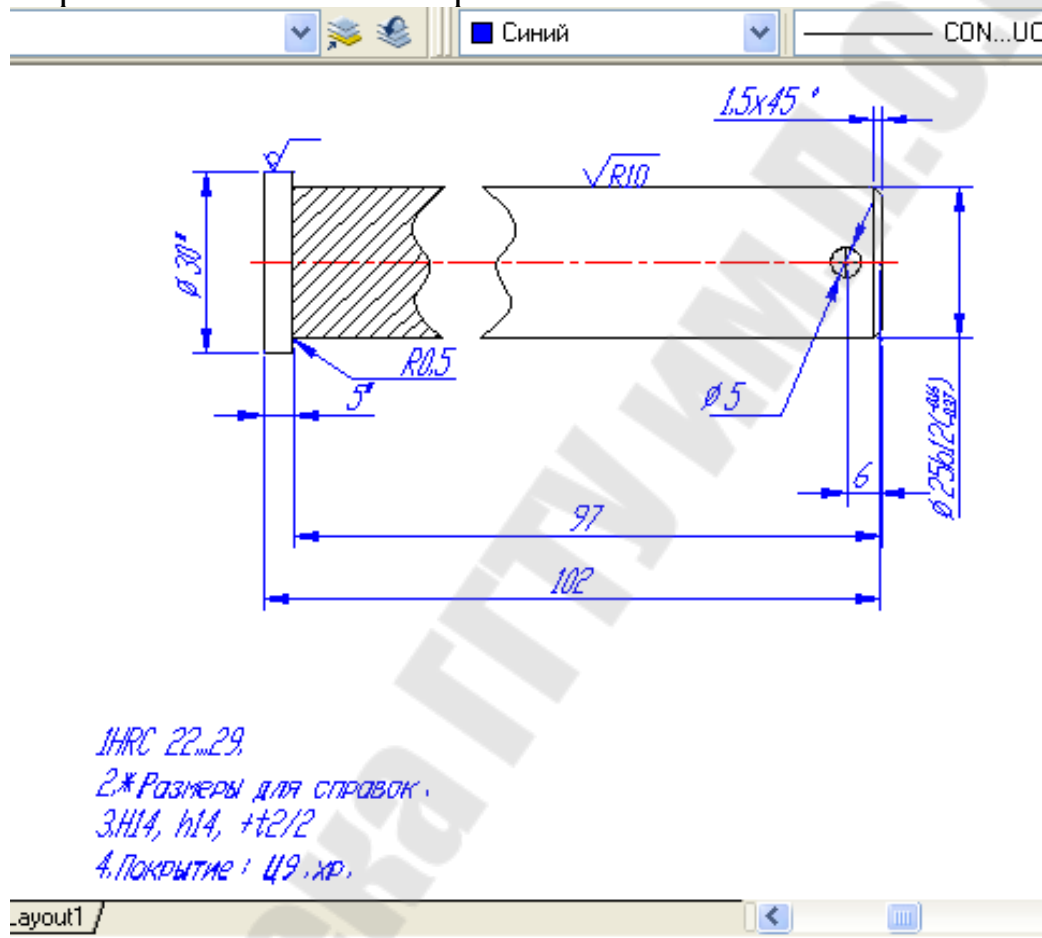

Рисунок 3.2 Окончательный вариант чертежа «Ось»
- На рис. 3.2 представлен окончательный вариант чертежа «Ось» с размерами и техническими требованиями.
2. На местах разрыва нарисуем сглаженную кривую. (см рис. 3.2, например, левую)